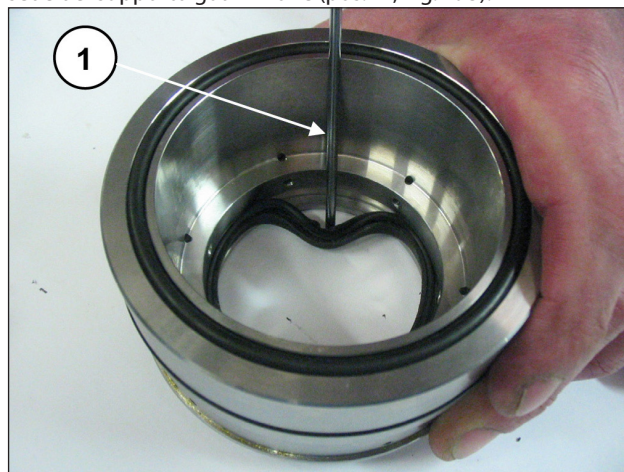

Fig. 193
Per togliere la guarnizione di bassa pressione è necessario utilizzare uno spessimetro o un attrezzo che non danneggi la sede del supporto guarnizione (pos. ①, Fig. 193).